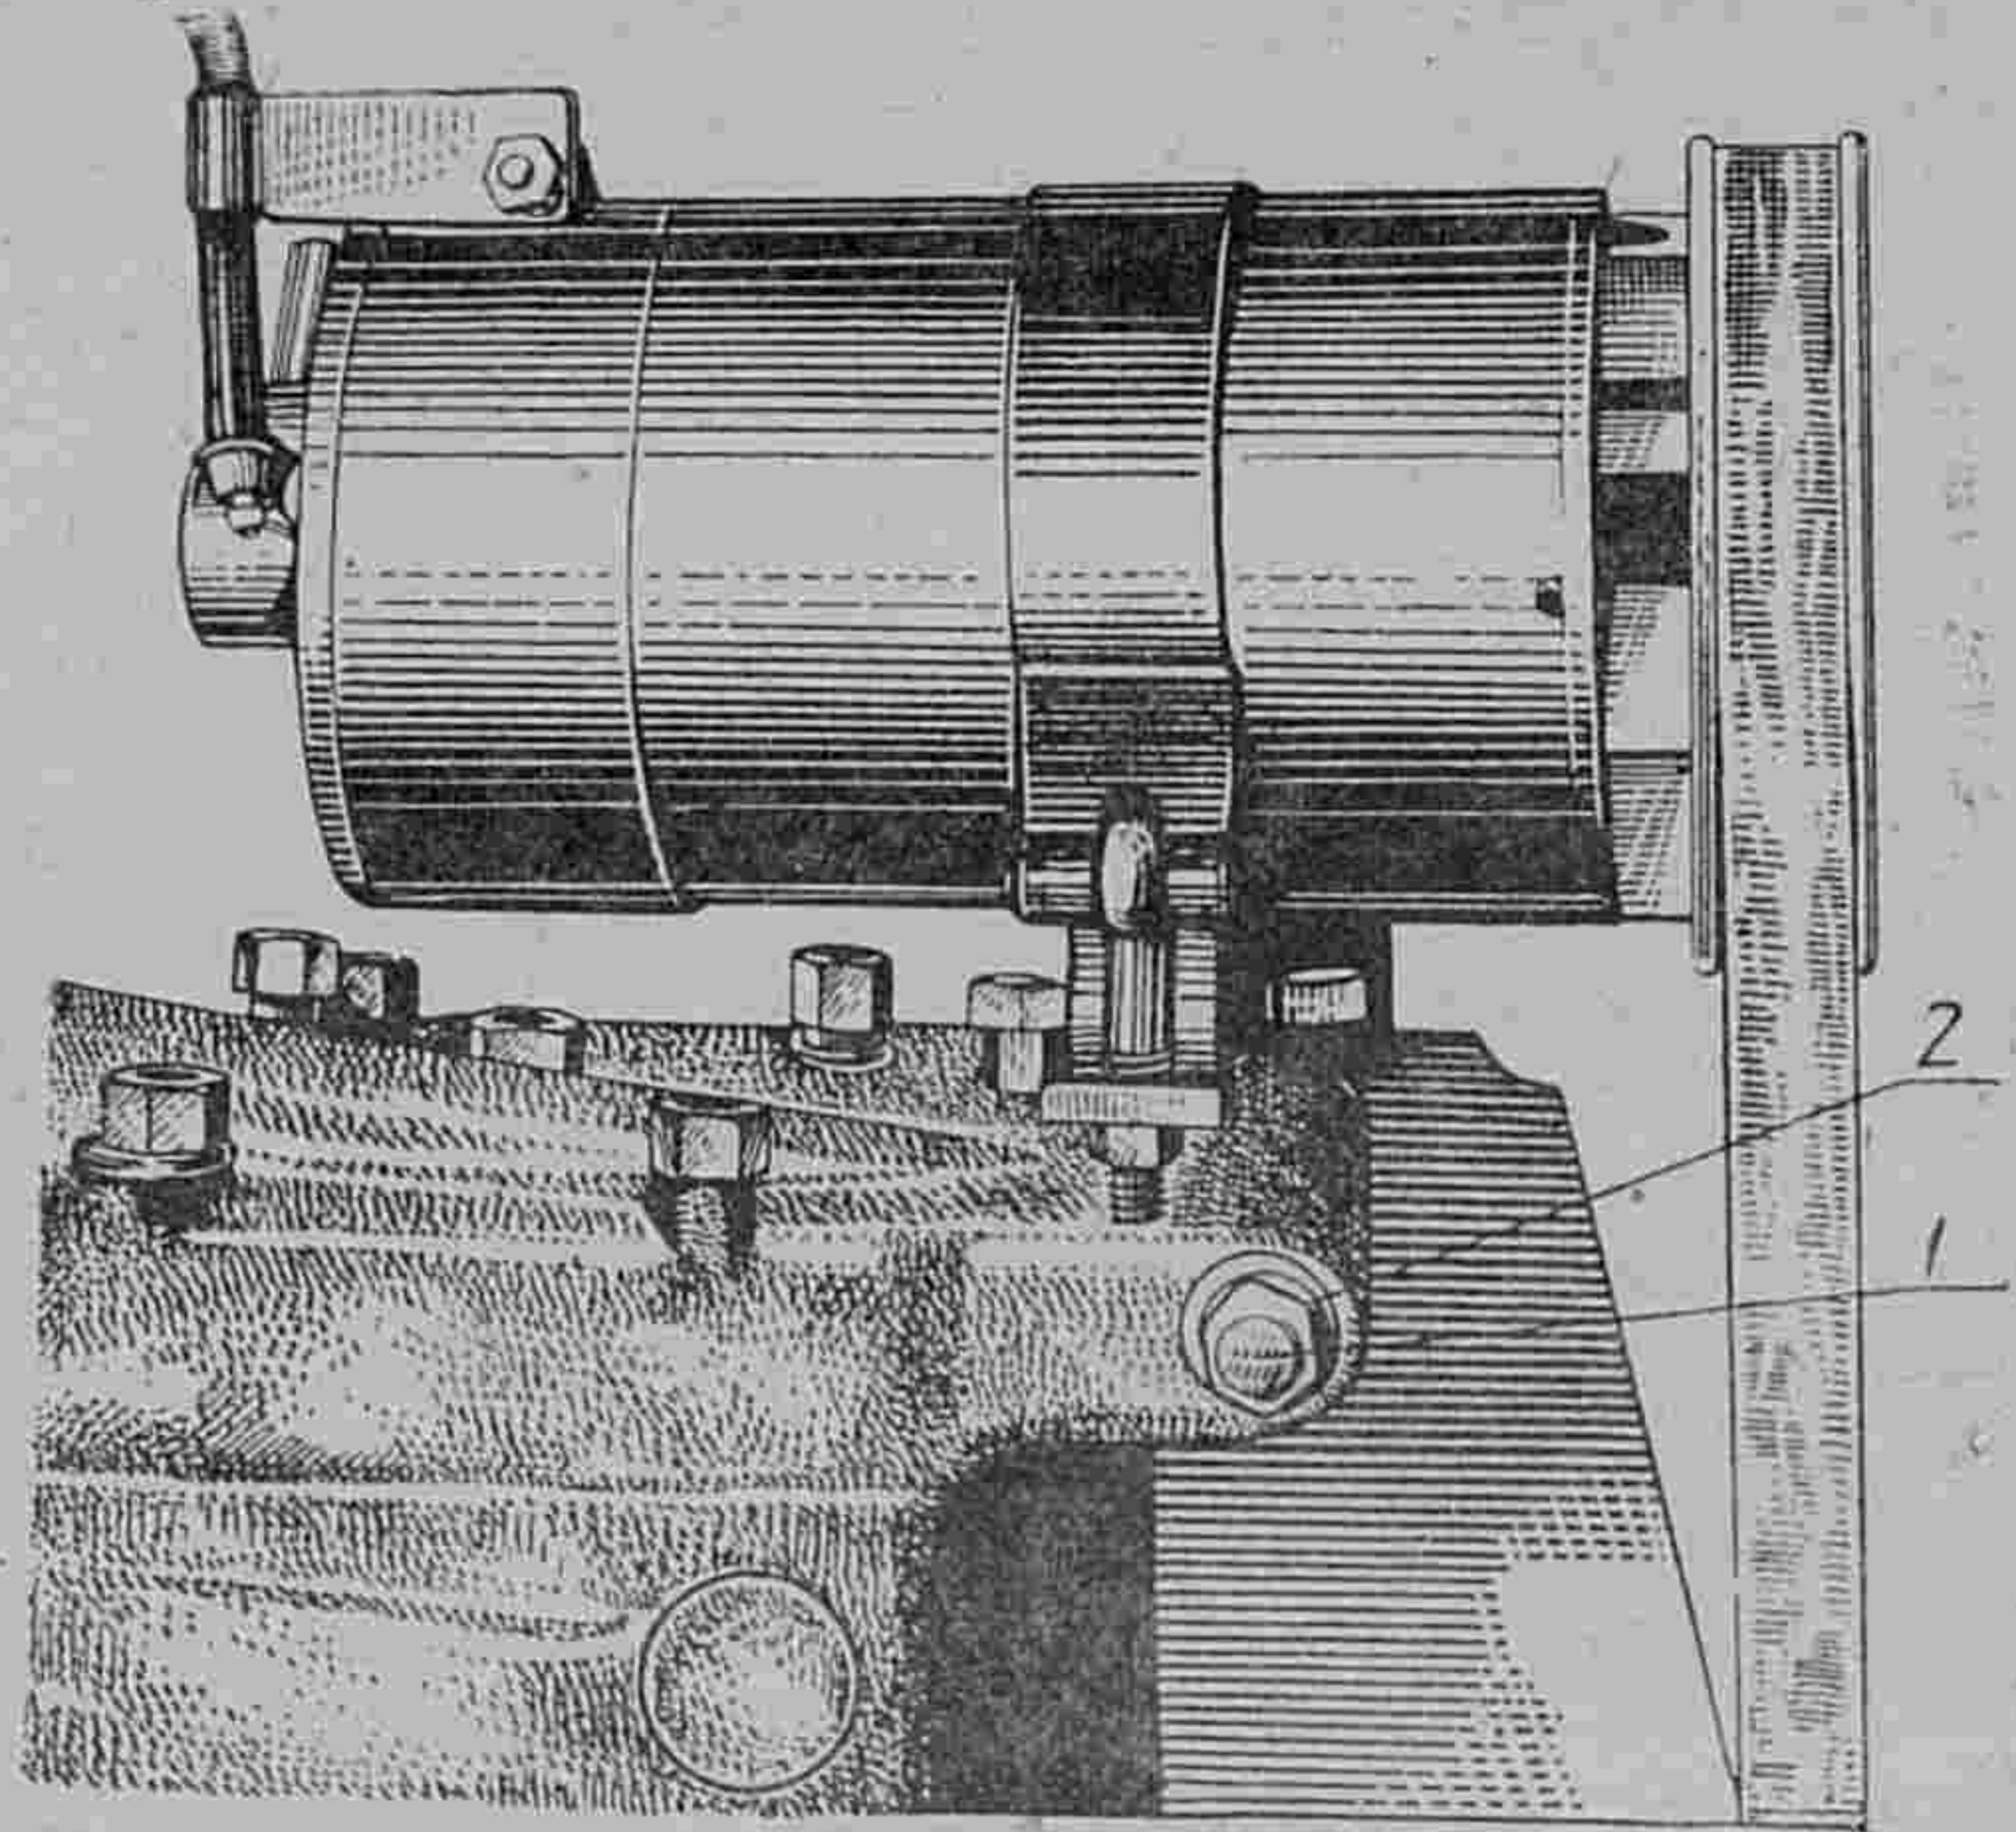

Рис. 11. Генератор:
Крепление кронштейна генератора в определенном положении производится клиновым болтом (1) (рис. 11).